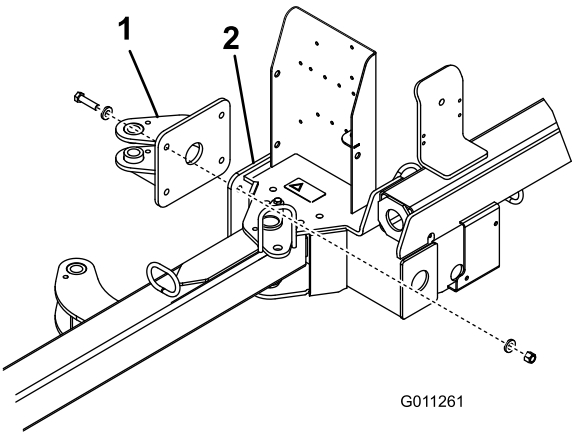

Figura 5
1. Monte el soporte trasero del actuador en el bastidor de la barredora con 4 pernos (½" x 2"), 8 arandelas planas (0,531 x 0,063) y 4 contratuercas (½"). Coloque los componentes según se muestra en Figura 5.